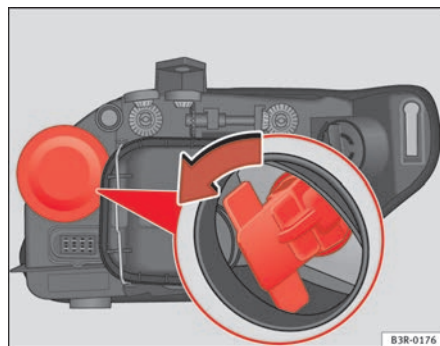

Fig. 204 Lampada luce indicatore di direzione
- Estrarre il portalampada in senso antiorario afferrandolo per l'impugnatura ⇒ fig. 204.